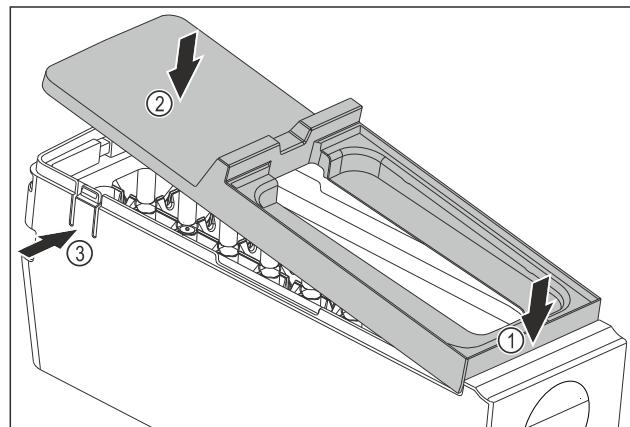

Fig. 85
- Смонтируйте крышку корпуса EasyTwist-Ice: Установите крышку спереди. Fig. 85 (1)
- Опустите крышку сзади. Fig. 85 (2)
- Крышка со щелчком фиксируется в накладках Fig. 85 (3).